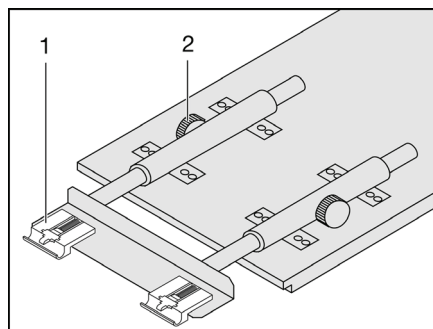

Bild 88 Hängetisch vergrößern
- Die Rändelschrauben (Bild 88,2) lösen.
- Die Tischplatte vorne leicht anheben und bis zum Anschlag herausziehen. Die Tischverlängerung (Bild 88,1) ist ganz ausgezogen.
- Die Tischplatte vorne leicht anheben und bis zum Anschlag zurückschieben. Die Tischverlängerung (Bild 88,1) ist ganz eingeschoben.